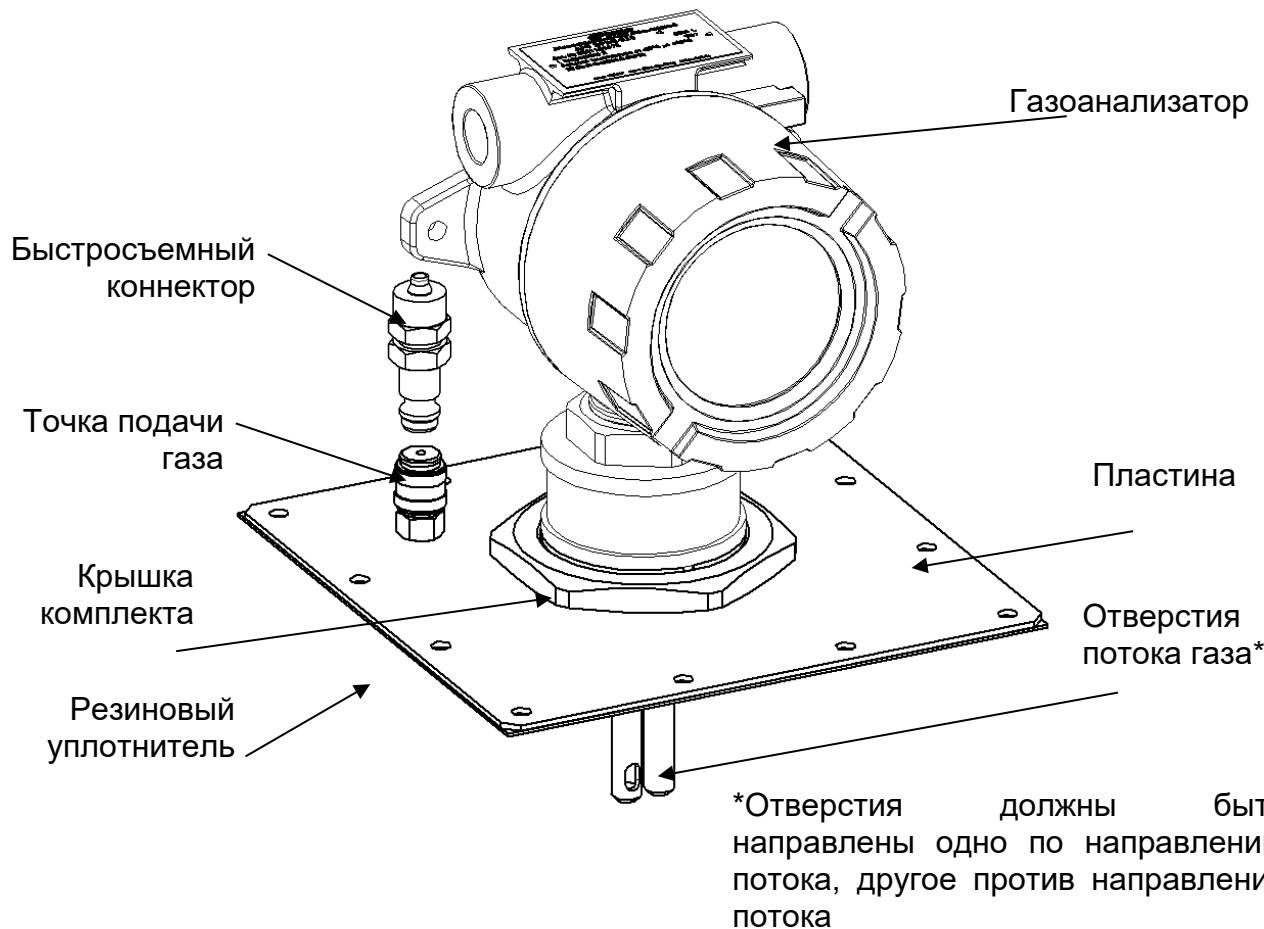

Рисунок 14 – Внешний вид газоанализатора и комплекта для монтажа в воздуховоде
- Вкрутить газоанализатор в крышку комплекта (рис. 14);